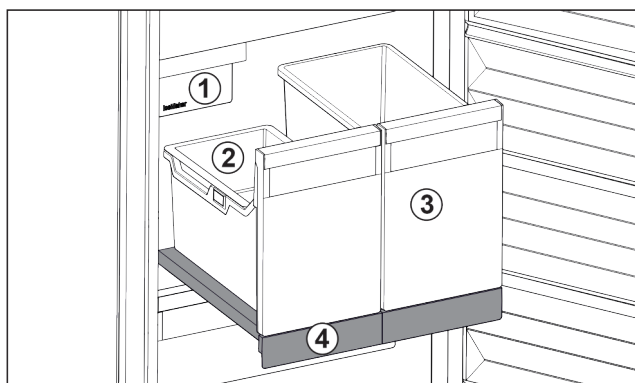

Fig. 17 Vyťahovacia polička s IceTower
- (1) IceMaker
- (2) Závesná miska na kocky ľadu
- (3) Nádoba napríklad na pizzu, alkoholické nápoje
- (4) Vyťahovacia polička
Na vyťahovacej poličke sú dve vysoké nádoby (IceTower). V nádobe Fig. 17 (2) sa hromadia a skladujú kocky ľadu z IceMaker. Nádoba Fig. 17 (3) sa hodí na skladovanie vysokých potravín, ako sú pizze alebo alkoholické nápoje.